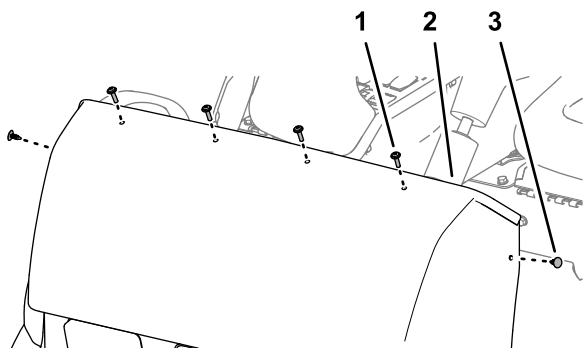

Figura 61
5. Retire los 4 tornillos Phillips de cabeza redonda (1/4" x 1") que sujetan el capó al soporte del salpicadero (Figura 61).
6. Retire las 2 grapas que sujetan el capó al soporte del salpicadero (Figura 61).